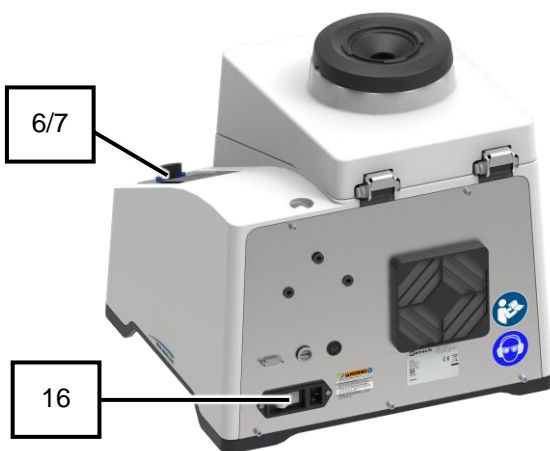

Fig. 18: Interruttore principale lato posteriore dell'apparecchio
2. Premere  sul display touch (6) per sbloccare il coperchio dell'apparecchio (2).
→ Il coperchio dell'apparecchio (2) è aperto e il vano interno (10) è ora accessibile (**Fig. 18**).